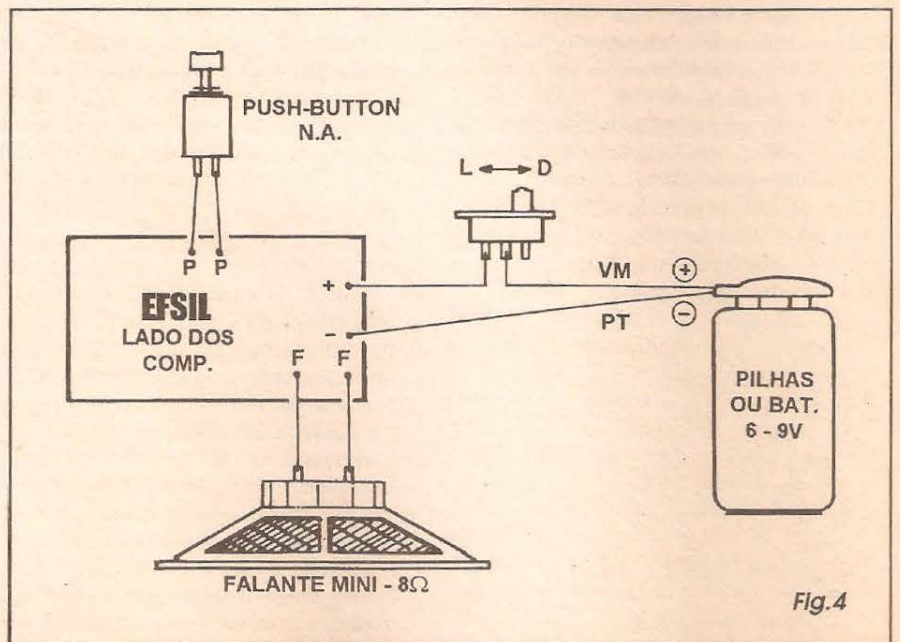

Fig.4
- FIG. 4 - CONEXÕES EXTERNAS À PLACA - Na figura anterior, o leitor/hobbysta notou que *sobraram* alguns pontos sem ligação, embora codificados com letras e símbolos, junto às bordas da placa... Tais pontos destinam-se justamente às conexões periféricas, ligações feitas *da placa pra fora*, agora detalhadas... No diagrama, a plaquinha ainda é vista pela sua face *não cobreada* (só que *desprezando-se* a visão dos componentes que repousam *sobre* a placa, assunto *já resolvido* na figura anterior...). Os terminais do *push-button* são ligados aos pontos P-P, através de pedaços de cabinho isolado... O alto-falante é ligado aos pontos F-F, também através de cabinhos isolados... As pilhas ou bateria devem ter os fios do respectivo suporte ou *clip* ligados aos pontos (+) e (-), sempre lembrando que - por convenção - o **positivo** é representado pelo fio **vermelho**, e o **negativo** pelo fio com isolamento **preto**... O pequeno interruptor geral da alimentação deve ser intercalado eletricamente no cabinho do **positivo (vermelho)**. Como em qualquer outra montagem, convém que toda a cabagem externa à placa seja dimensionada em comprimentos *apenas suficientes* para a desejada instalação... Fios demasiadamente longos, *pendurados* por todo lado, além de *alcaguetar* uma montagem muito *amadora*, podem ser a causa de problemas, no futuro...
- FIG. 4 - DETALHANDO A GRAVAÇÃO E A REPRODUÇÃO MAGNÉTICA - A fita é magnetizada, em cada uma das suas micro-porções, de modo proporcional à frequência, intensidade e outros detalhes das formas de onda, trazidos pelos sinais elétricos, que por sua vez correspondem ao SOM aplicado ao sistema... Conforme vemos no diagrama 4-A, o padrão magnético, indefinidamente *repetido* na fita, é o que chamamos de *gravação magnética do som*... Para que a gravação se apresente a mais perfeita possível, existe a necessidade prévia de se *orientar* os pequenos ímãs *moleculares* existentes na fita plástica (as partículas de óxido de ferro mencionadas...). Para isso, além dos sinais elétricos correspondentes ao SOM, a cabeça de gravação recebe também um sinal de frequência (super-sônica) e intensidade fixas (chamado de *sinal de polarização*...), gerado por um oscilador e destinado a *normalizar* magneticamente a fita, antes da gravação dos sinais... Para a reprodução (fig. 4-B), ou seja: para *recuperar* o SOM numa gravação magnética, é usada uma cabeça praticamente idêntica à que foi utilizada na gravação... Só que desta vez a *coisa* funciona de maneira inversa: